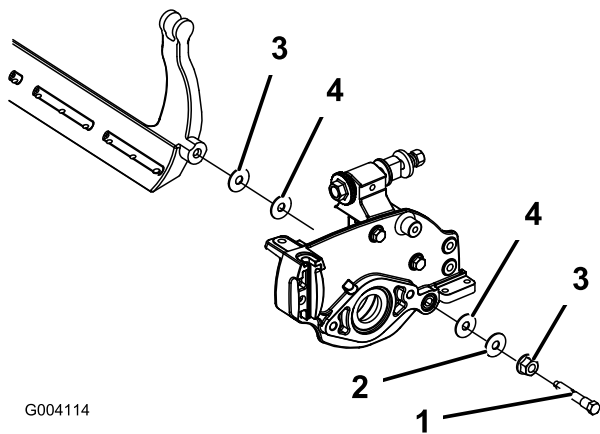

Bild 59
4. Nehmen Sie jede Schraube des Untermesserträgers ab, damit der Untermesserträger nach unten gezogen und von der Maschine entfernt werden kann. Bewahren Sie die beiden Nylon- und die beiden Scheiben aus gestanzten Stahl an jedem Ende des Untermessers auf (Bild 59).